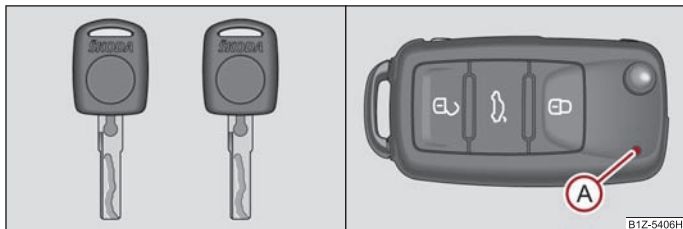
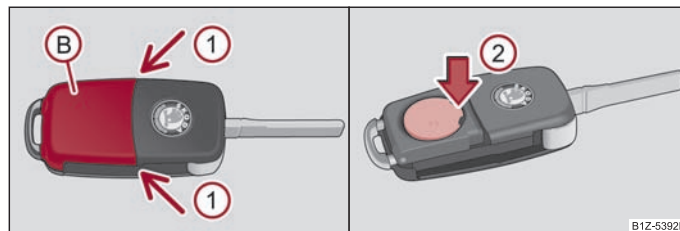

Fig. 21 Juego de llaves sin telemando/juego de llaves con telemando
Fig. 22 Llave de radiotelemando - retirar la tapa/retirar la batería
Con el vehículo se entregan dos llaves. Según el equipamiento, su vehículo puede estar provisto de llaves sin mando a distancia ⇒ fig. 21 - lado izquierdo - o de llaves con mando a distancia* ⇒ fig. 21 - lado derecho.
Cada llave principal de radiotelemando contiene una batería que está alojada debajo de la tapa (B) ⇒ fig. 22. Si la batería está descargada, después de pulsar una tecla del radiotelemando, no parpadea el testigo de control rojo (A) ⇒ fig. 21. Cambie la batería de la siguiente forma:
- Quite la tapa de la batería presionándola en la posición de las flechas ① con mucho cuidado ⇒ fig. 22.
- Retire la batería descargada de la llave presionándola hacia abajo en el lugar de la flecha ② ⇒ fig. 22.